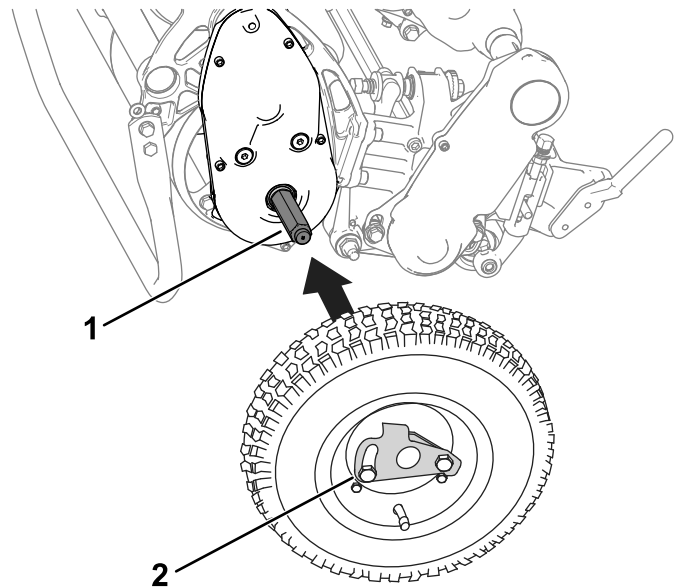

Bild 25
2. Ziehen Sie das Rad auf die Achse auf (Bild 25).
3. Drehen Sie den Radbefeestigungsclip (Bild 25) von der Mitte des Rads weg, damit er weiter auf die Achse gleiten kann.